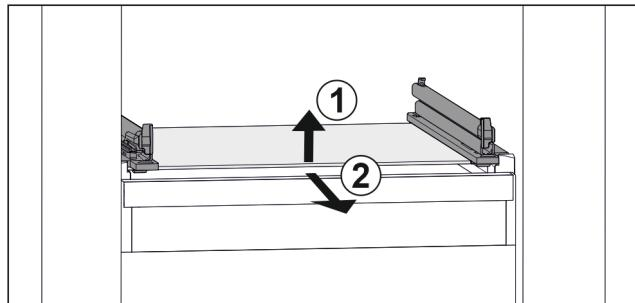

Fig. 88 Примерное отображение стеклянной пластины
- Приподнимите стеклянную пластину спереди. Fig. 88 (1)
- Извлеките стеклянную пластину движением вперед. Fig. 88 (2)